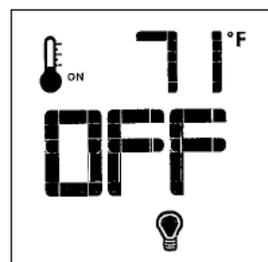

Figure 63. Réglage de lampe..
- Avec la télécommande allumée, appuyez sur la touche Mode pour arriver à afficher l'icône de la lampe. Fig. 63 et 64.